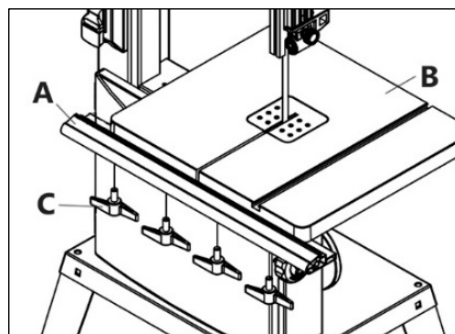

Рисунок 6.
Зафиксируйте направляющую А на рабочем столе В при помощи четырех ручек С (рис. 6).
- Ослабьте четыре фиксирующие ручки С (рис. 6) направляющей упора и снимите ее.